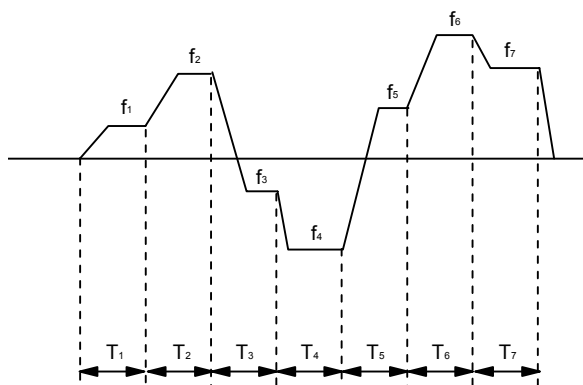

图6-23 简易PLC运行图
简易PLC功能与多段速度运行都是为了实现变频器的按照一定规律的变速运行。多段速度运行中，多段频率的切换及运转方向的改变，是通过多功能输入端子（如X1、X2、X3）和FWD、REV、COM的不同组合来实现的，而简易PLC功能不仅将一个循环的多段频率全部已在功能码中定义，而且对多段频率运行的时间、方向及循环的次数也在功能码中作了定义。如图6-23是一个循环后结束的简易PLC运行图。
- 如图6-23中的 f_1 ，